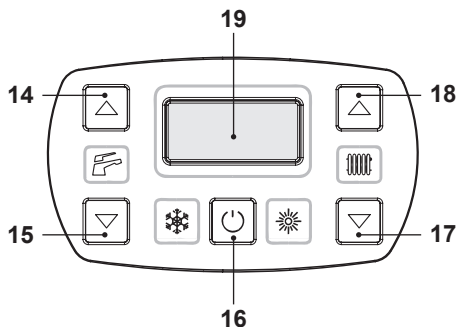
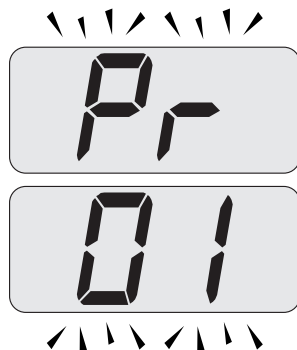
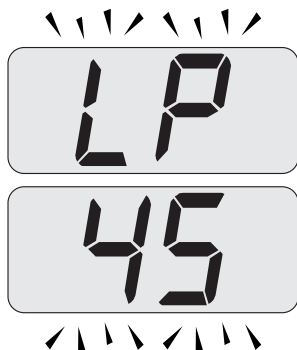
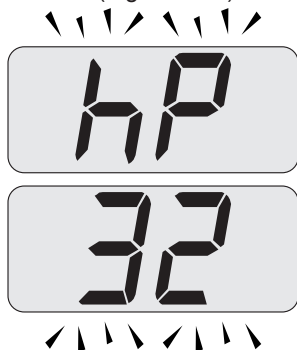

Figura 9.20
Figura 9.21
Figura 9.22
Figura 9.23
- Entrare in "modalità programmazione" premendo contemporaneamente per 10 secondi i tasti 16 - 17 - 18 (Figura 9.20) fino a far apparire sul display LCD le lettere **Pr** che si alternano con il codice **01**, indicanti l'entrata nel "parametro 01" (Figura 9.21).
- Premere contemporaneamente i tasti 17 e 18 (Figura 9.20) fino a far apparire sul display LCD le lettere **LP** che si alternano con il valore di temperatura dell'acqua di riscaldamento (es. **45**), indicanti l'entrata nell'attivazione della "funzione spazzacamino" alla potenza minima in sanitario (Figura 9.22).
- Premendo il tasto 18 (Figura 9.20) è possibile variare la potenza in modalità spazzacamino: con visualizzazione sul display LCD delle lettere **hP** che si alternano con il valore di temperatura dell'acqua di riscaldamento (es. **32**), siamo in "funzione spazzacamino" alla potenza minima in riscaldamento (Figura 9.23).
- Ripremendo contemporaneamente per 10 secondi i tasti 16 - 17 - 18 (Figura 9.20) si esce dalla "modalità spazzacamino" e si ritorna allo stato di caldaia precedentemente impostato (Figura 9.26).